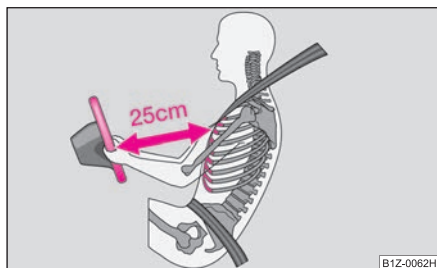

Fig. 131 Distancia de seguridad con respecto al volante
- El conductor se ha de mantener a una distancia mínima de 25 cm del volante ⇒ fig. 131. Si no respeta la distancia mínima, el sistema de airbag no podrá protegerle - ¡Peligro de muerte!